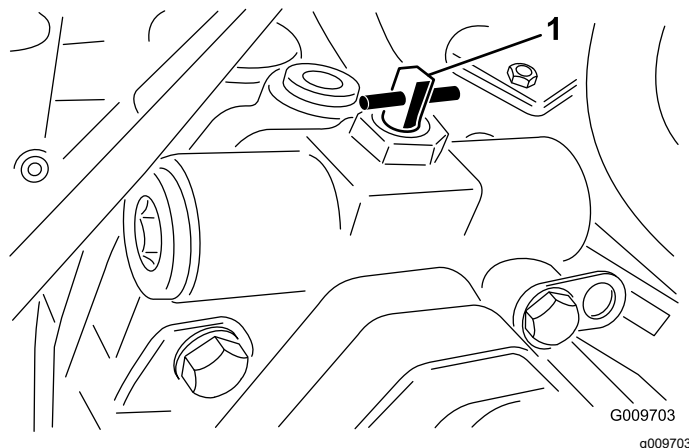

**Figure 44**
2. Branchez un flexible hydraulique entre le raccord de diagnostic monté dans le collecteur de déplacement arrière et la prise d'essai de pression de déplacement en marche arrière (Figure 44).